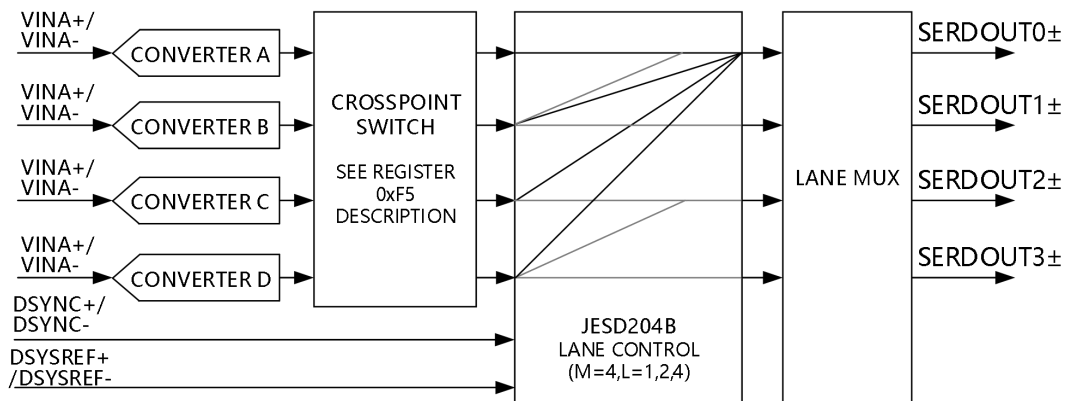

图 57. 本产品传输链路简化功能框图
- ◆ 重映射转换器(逻辑通道)和 SERDOUTx±(物理通道)分配的选项：寄存器 0x82 和寄存器 0x83。图 57 给出了简化功能框图。